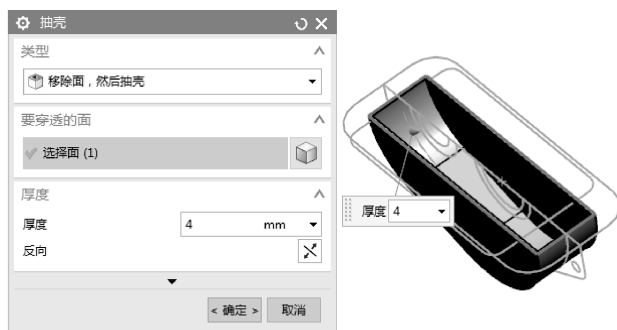

图 4-76 创建抽壳特征
- 03 在【特征】选项卡中单击【抽壳】按钮，弹出【抽壳】对话框。按如图 4-76 所示的操作完成实体的抽壳。